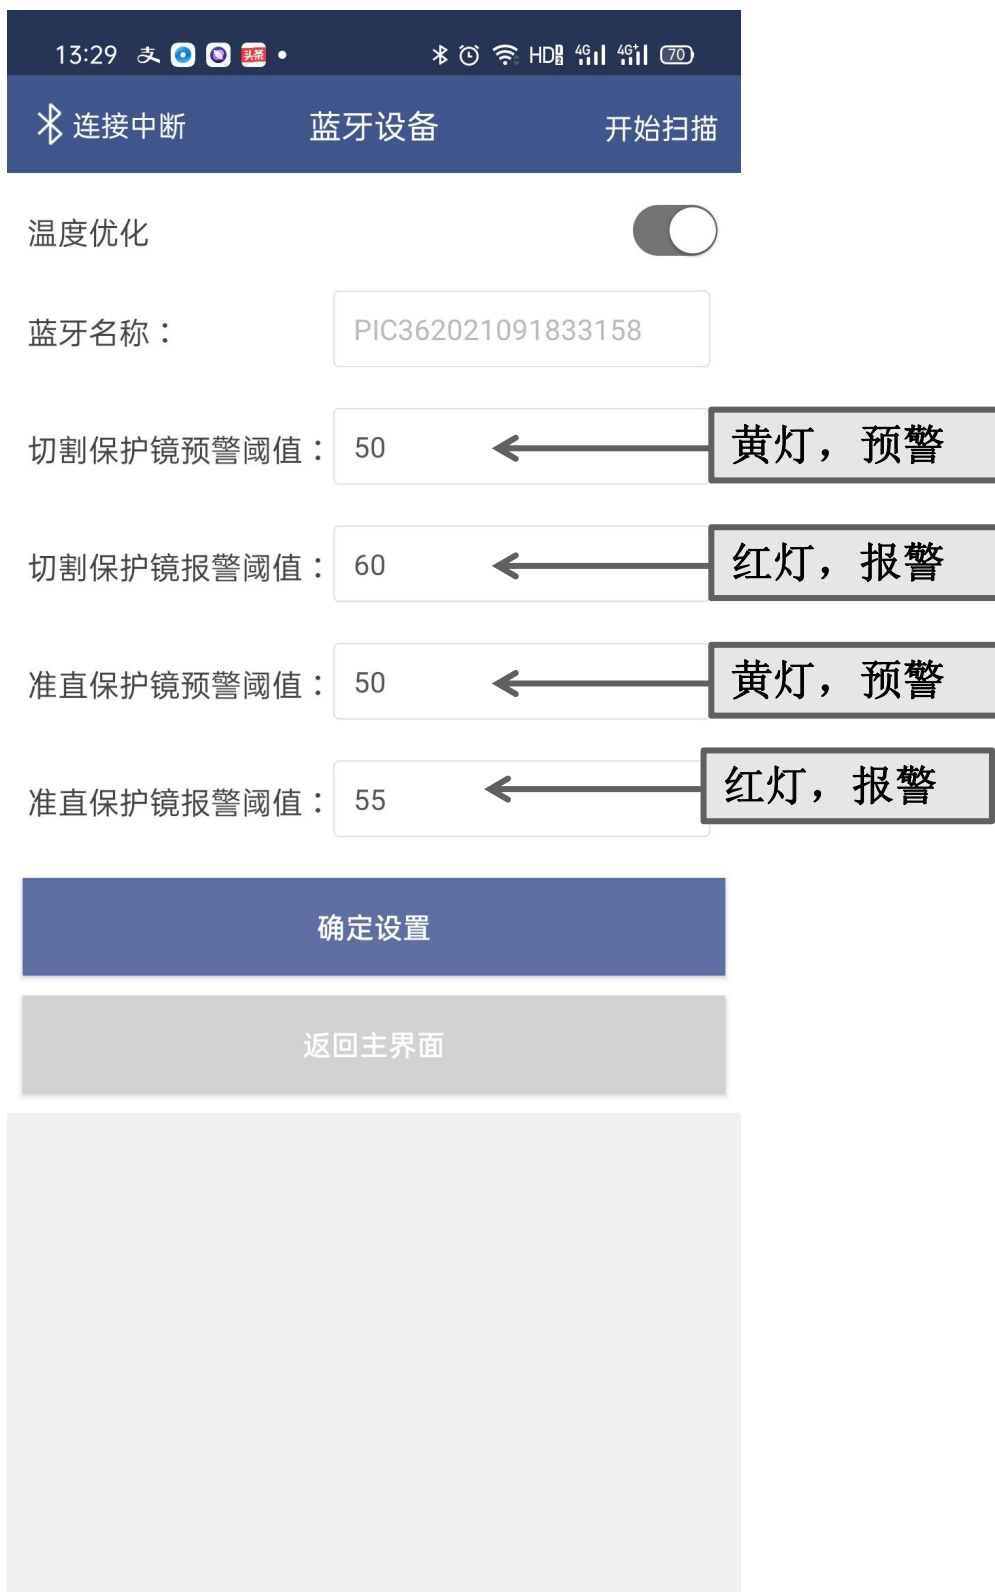

图3.3
- ① 此款APP软件具有温度设置功能，可根据实际应用设置不同温度阈值。击厂商设置选项，密码：85225225，就可进入设置温度界面，如图3.3所示。
- ② 进入温度设置界面，可根据实际情况设置温度，预警值必须低于报警值，设置完成后点击确定设置按钮，如下图3.3所示：